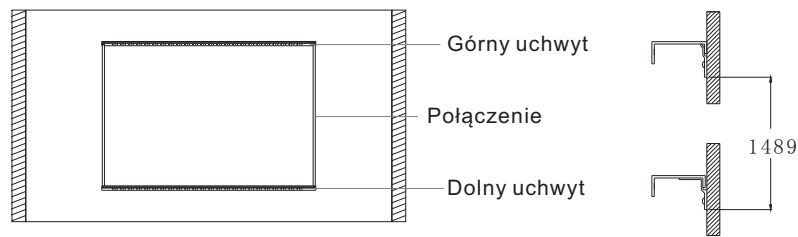

Rysunek 8
1.Każdy ekran posiada zestaw uchwytów. Każdy uchwyt posiada odpowiednią liczbę otworów (po trzy otwory na grupę). Zobacz rysunek 8.